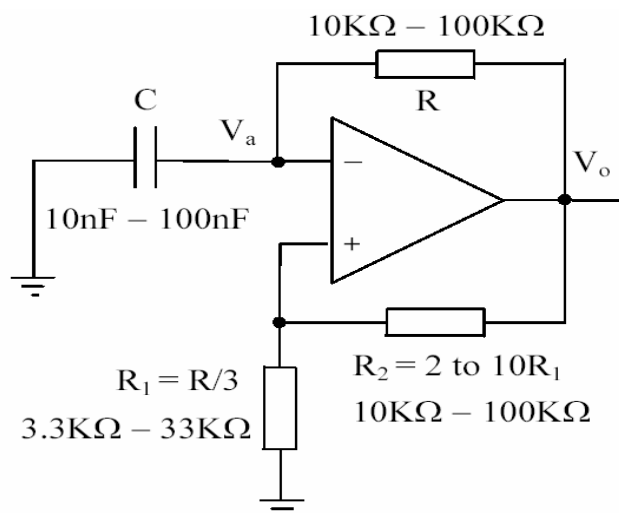

Рис. 24. Генератор прямоугольных импульсов
1. Реализуйте схему, показанную на рис. 24. Не забудьте подключить питание к ОУ.